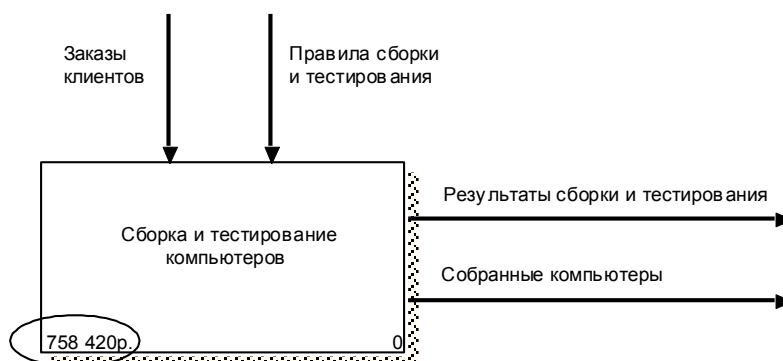

Рисунок 7- Стоимость работы
8. Посмотрите результат – стоимость работы верхнего уровня (рис.7)